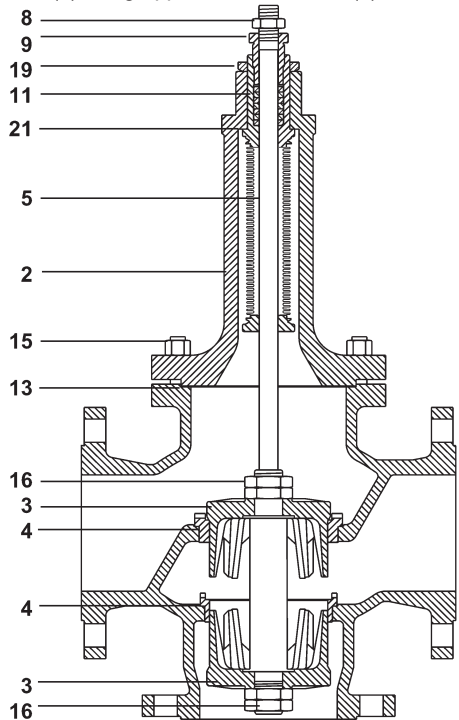

Fig. 11 - Valvola deviatrica
4.3.3 Procedura per sostituire il gruppo soffietto, stelo, otturatore e sedi delle valvole deviatrici (Fig. 11)